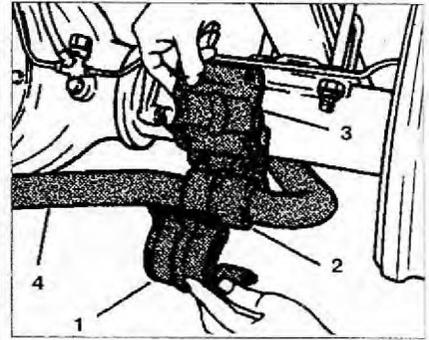

Рис. 5.32. Открутите болты и снимите наружный фиксатор 1, резиновую опору 2 и переходник 3. Снимите стабилизатор поперечной устойчивости 4.
4. Открутите болты и снимите наружный фиксатор 1, резиновую опору 2 и переходник 3 (рис. 5.32). Снимите стабилизатор поперечной устойчивости 4.